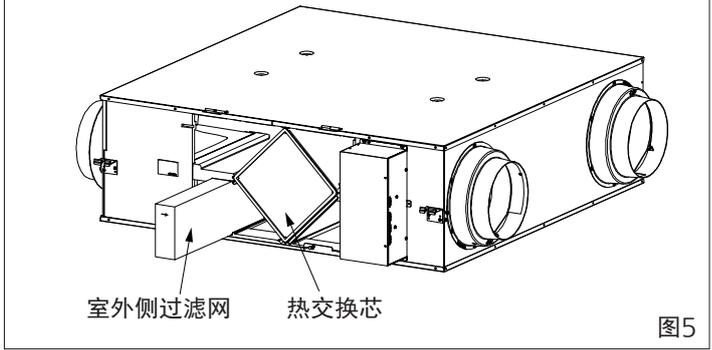

图5
- ⑤ 请将清洁后或新的室外侧过滤网沿导轨插入全热交换器内部。(图5)